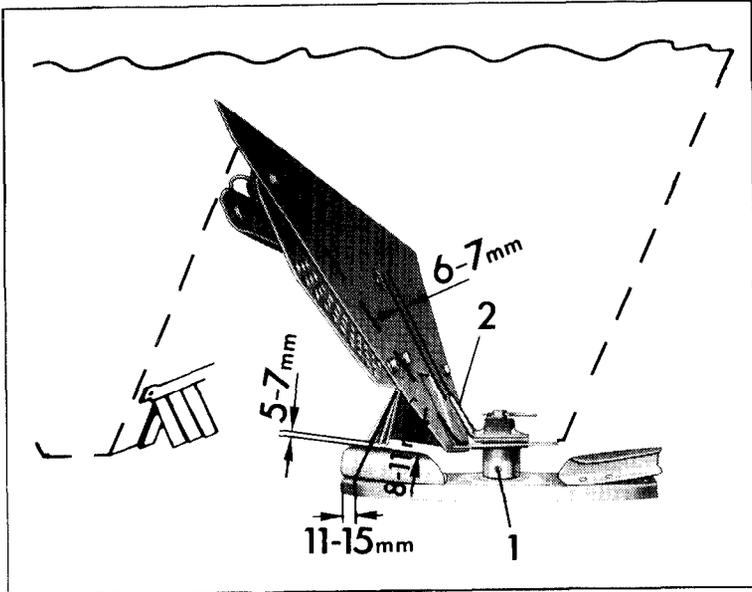

Fig. 11
- 4.2 **Regelmäßig** den **Abstand** (6-7 mm, Fig. 11) zwischen **Trichterwand** und **Rührfinger überprüfen!** Rührfingerspitze eventuell nachbiegen. Zu stark verschlissene Rührköpfe auswechseln.
Spannhülsen (Fig. 11/1) unterhalb des Vorratsbehälters herausschlagen. Rührköpfe abziehen und "rechts" bzw. "links" kennzeichnen. Sollte keine spezielle Abziehvorrichtung für die Rührköpfe vorhanden sein, empfiehlt es sich, mit einem Meißel je eine kräftige Kerbe in der Nähe der Spannhülsenbohrung und an der gegenüberliegenden Seite einzuschlagen, um so die Buchse des Rührkopfes zu weiten. Anschließend wird durch Eintreiben eines Meißels in den Spalt zwischen Unterkante des Rührkopfes und Oberkante der Streuscheibe der Rührkopf von der Hülse der Streuscheibe etwas abgeschoben. Ein zweiter Meißel oder dergleichen wird nun als Hebel unter den ersten angesetzt, um das Abziehen des Rührkopfes zu erleichtern. Auf keinen Fall darf versucht werden, durch Erwärmen mit der Schweißflamme das Abziehen der Rührköpfe bzw. der Streuscheiben zu erleichtern, da in diesem Falle sich die Streuscheiben verziehen und das Getriebe beschädigt wird. Beim Einbau der neuen Rührköpfe ist unbedingt auf die Drehrichtung zu achten. Die Rührfinger sind mit einer besonders verschleißfesten Auftragsschweißung versehen, die stets, in Drehrichtung gesehen, vorne liegen muß. Der Rührfinger muß außerdem an der Düngeraustrittsöffnung einen Abstand von 6 bis 7 mm haben (Fig. 11/2), und der Rührkopf darf nicht auf dem Trichterboden schleifen. Rührköpfe und Streuscheiben mit doppelten Spannhülsen sichern. **Der Rührfinger muß über der kurzen Schaufel bzw. der Bohrung im Scheibenrand stehen.**
Zunächst sind die Rührköpfe, wie unter 6.1 zu entfernen. Befestigungsschrauben für Getriebe lösen und Abschirmblech demontieren. Nach Herausnehmen des Getriebes Streuscheiben (möglichst mit AMAZONE-Abziehvorrichtung) entfernen, wobei "rechts" und "links" zu kennzeichnen ist. Neues Getriebe mit aufgesetzten Streuscheiben einsetzen und anschrauben. Rührköpfe wie unter 6.1 beschrieben einbauen! Anschraubmaße der Tasche kontrollieren (siehe Fig. 11).